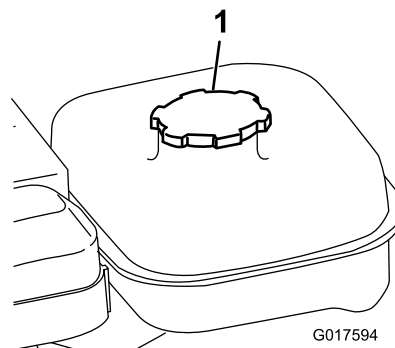

図 16
1. 燃料キャップ図 16 の周囲をきれいに拭いてからキャップを外す。